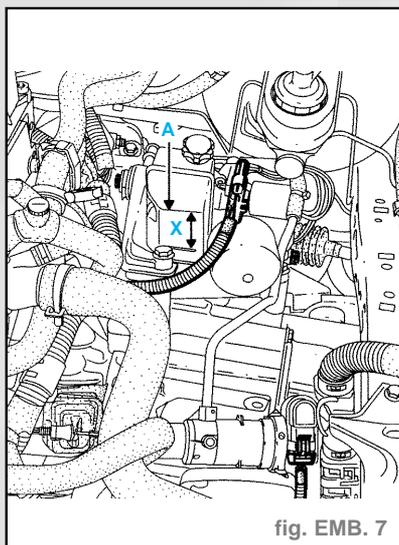

fig. EMB. 7
- Le niveau de liquide hydraulique ne doit pas être inférieur de  $X = 5 \text{ cm}$  par rapport au point (A). Si le niveau est inférieur, remettre du liquide de frein de type **Dot 4** (vérifier si il n'y a pas de fuite) (fig. EMB. 7).